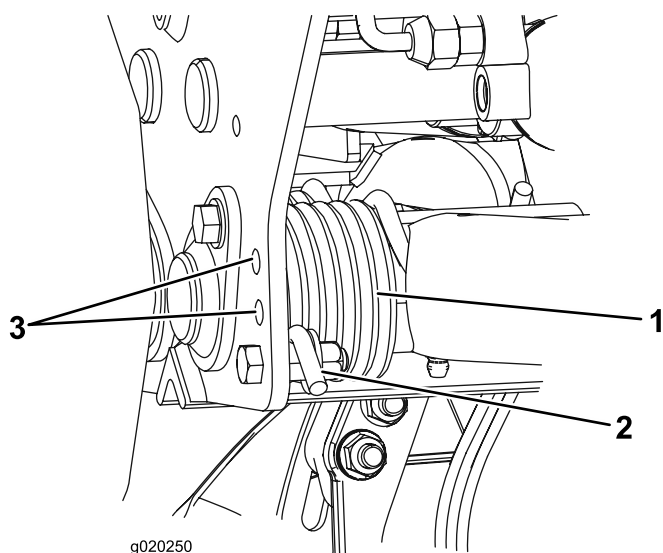

Figura 33
2. Insira um tubo ou objecto semelhante na extremidade longa da mola para aliviar a tensão da mola durante o ajuste (Figura 33).
3. Enquanto alivia a tensão da mola, retire o parafuso e a contraporca que prendem o actuador de mola ao suporte (Figura 33).